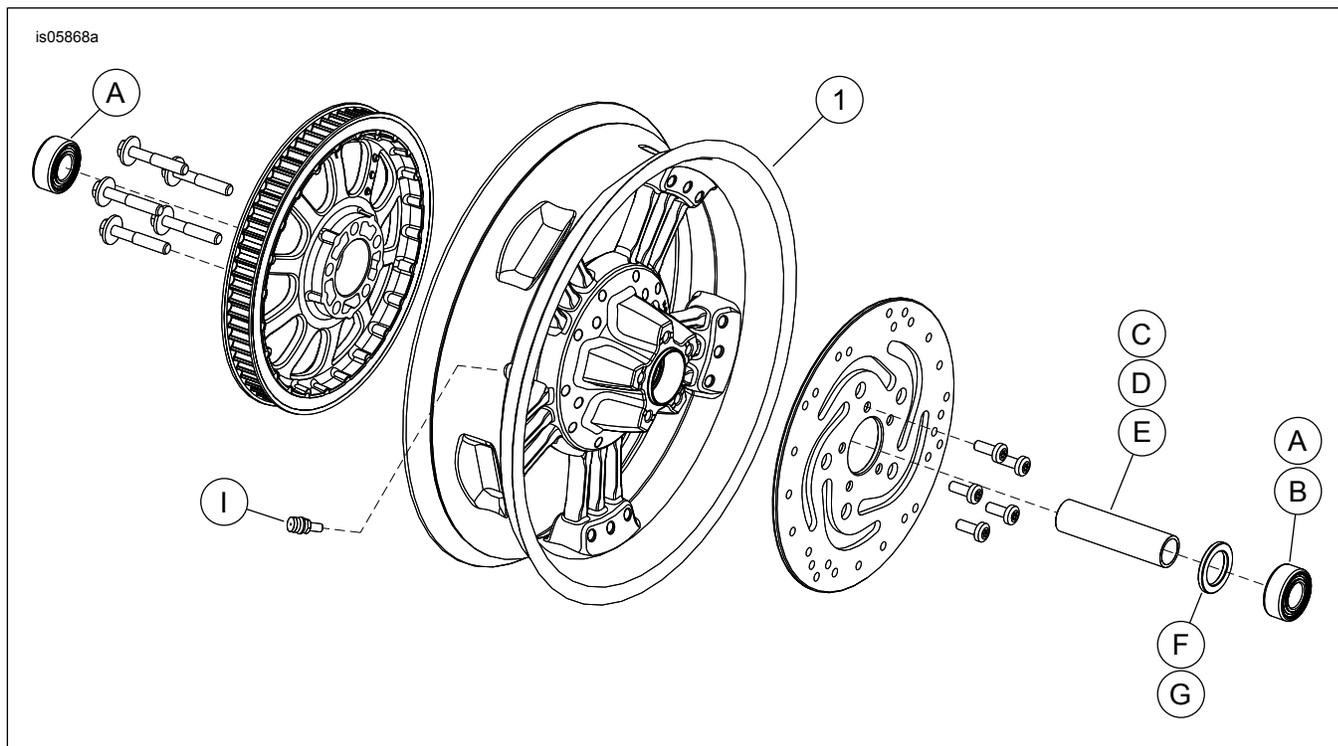

Abbildung 1. Ersatzteile: „Magnum 5“-Hinterrad (17-Zoll-Rad abgebildet)
Diese Sätze enthalten nur das Spezial-Rad. Siehe Abbildung 1. und Tabelle 2.
2. Siehe Abbildung 1. Die Ventilschaft-Baugruppe (I) gemäß den Anweisungen im Werkstatthandbuch am Rad einbauen.